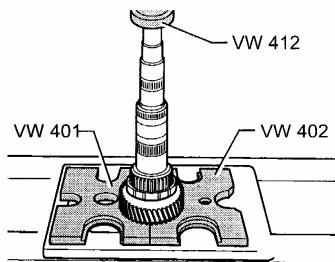

图 12-96 压出 1、2 挡同步器
(9) 压出 1 挡和 2 挡的同步器体和换挡齿轮, 如图 12-96 所示。